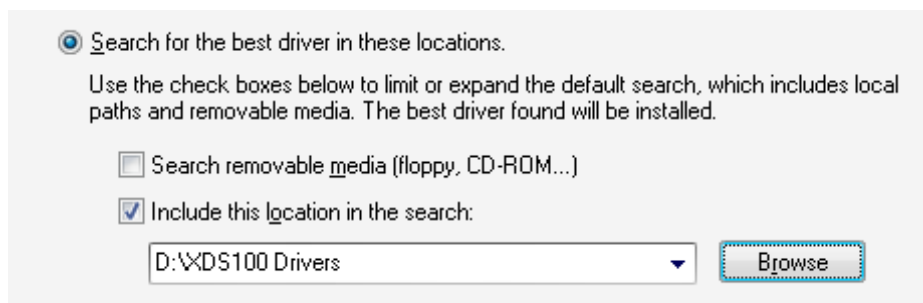

图 11. 搜索最佳驱动程序
5. 选择“Search for Best Driver” (搜索最佳驱动程序) (请见图 11)。取消选中的搜索可拆除介质, 选中包含指定位置并浏览至目录 [USB Drive]:\XDS100 Drivers。